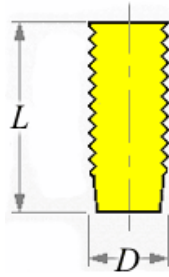

Figura 1.79 Parámetros de la herramienta roscado.
- Herramienta roscado , la cual se define por sus parámetros longitud (L) y diámetro (D), Figura 1.79.